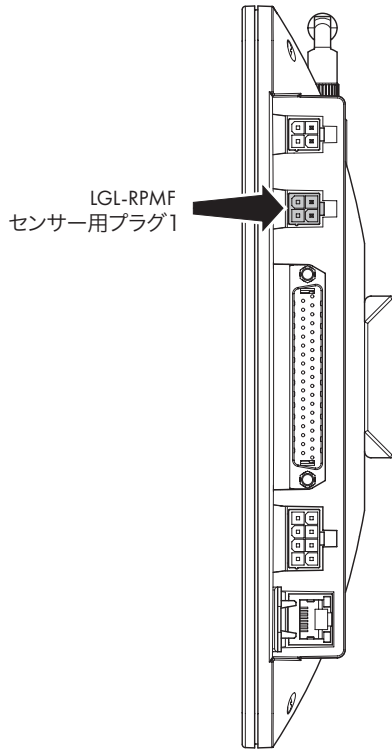

図 32
- LGL-RPMFをLGL-RPMFセンサー1のコネクタに接続します（図32を参照）。KYCはセンサーを自動的に認識します。